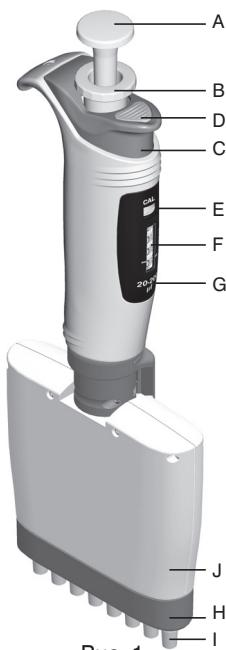
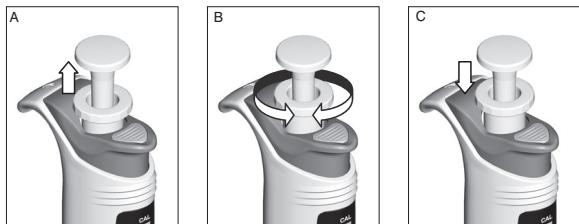

Рис. 1
Рис. 2
Пипетки оснащены четырехразрядным счетчиком, показывающим отмеренный объем, а установка объема производится при помощи установочного колеса (рис. 1В). Конструкция пипетки позволяет блокировать установленный объем.
Объем пипеток идентифицируется цветом надписи Золотник калибрационный (рис. 1Е) и Заглушке (рис. 1D) в зависимости от использованного типа наконечников.
Установка объема производится при помощи установочного кольца (рис. 1В).
Изменение объема возможно после установки кольца в верхнем положении (рис. 2А и 2В).
После установки требуемого объема, кольцо (рис. 1В) необходимо переместить вниз для предотвращения случайного изменения значения объема (рис. 2С).
- Если требуемый объем является меньше, чем установлен на счетчике, следует уменьшить показания счетчика до нужной величины. Перед достижением требуемого объема нужно уменьшить скорость вращения установочного кольца (рис. 1В), чтобы случайно не перейти за нужную величину (рис. 3).
- Если требуемый объем является больше, чем установлен на счетчике, следует увеличить показания счетчика до величины превышающей требуемый объем примерно на 1/3 оборота нижнего кольца. Далее, медленно вращая установочное кольцо (рис. 1В), уменьшить установку до требуемого значения (рис. 3).
После установки требуемого объема, кольцо (рис. 1В) необходимо переместить вниз для блокирования установки значения объема (рис. 2С).
ВНИМАНИЕ: калибровочный золотник (рис. 1Е), расположенный над счетчиком, должен находиться в нижнем положении. В противном случае, каждое изменение объема будет приводить к раскалировке пипетки.